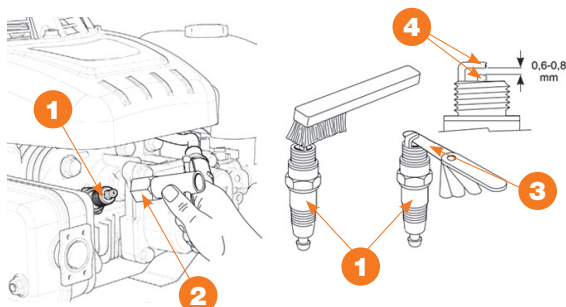

Рис. 25
- Вынуть свечу зажигания (Рис. 25) **1** с торцевого ключа **2**.